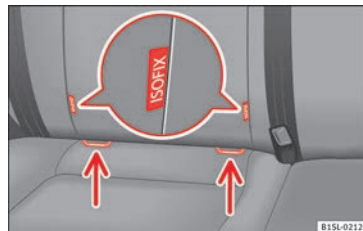

Fig. 26 Sur le siège du véhicule : variantes d'identification des points d'ancrage inférieurs des sièges pour enfant.
• Encastrez le siège pour enfants dans les anneaux de retenue » **fig. 26**, dans le sens de la flèche. Le siège pour enfants doit s'encastrier de manière sûre et audible.
• Placez le siège pour enfants sur la banquette et fixez les crochets des ceintures de fixation dans les anneaux de retenue » **fig. 26**.